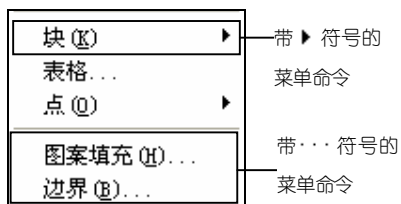

图 1-5 带标记符号的菜单命令
- = 带▶符号的菜单命令：表示该菜单命令下还包括下一级子菜单，如图 1-5 所示。